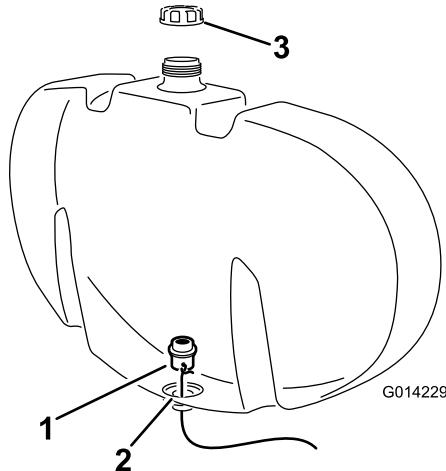

Figure 3
- Utilisez le fil pour guider le raccord de traversée dans le trou au fond du réservoir (Figure 3).
- Positionnez le raccord de traversée en plaçant le joint transparent en appui contre la paroi intérieure du réservoir de rinçage (Figure 3).